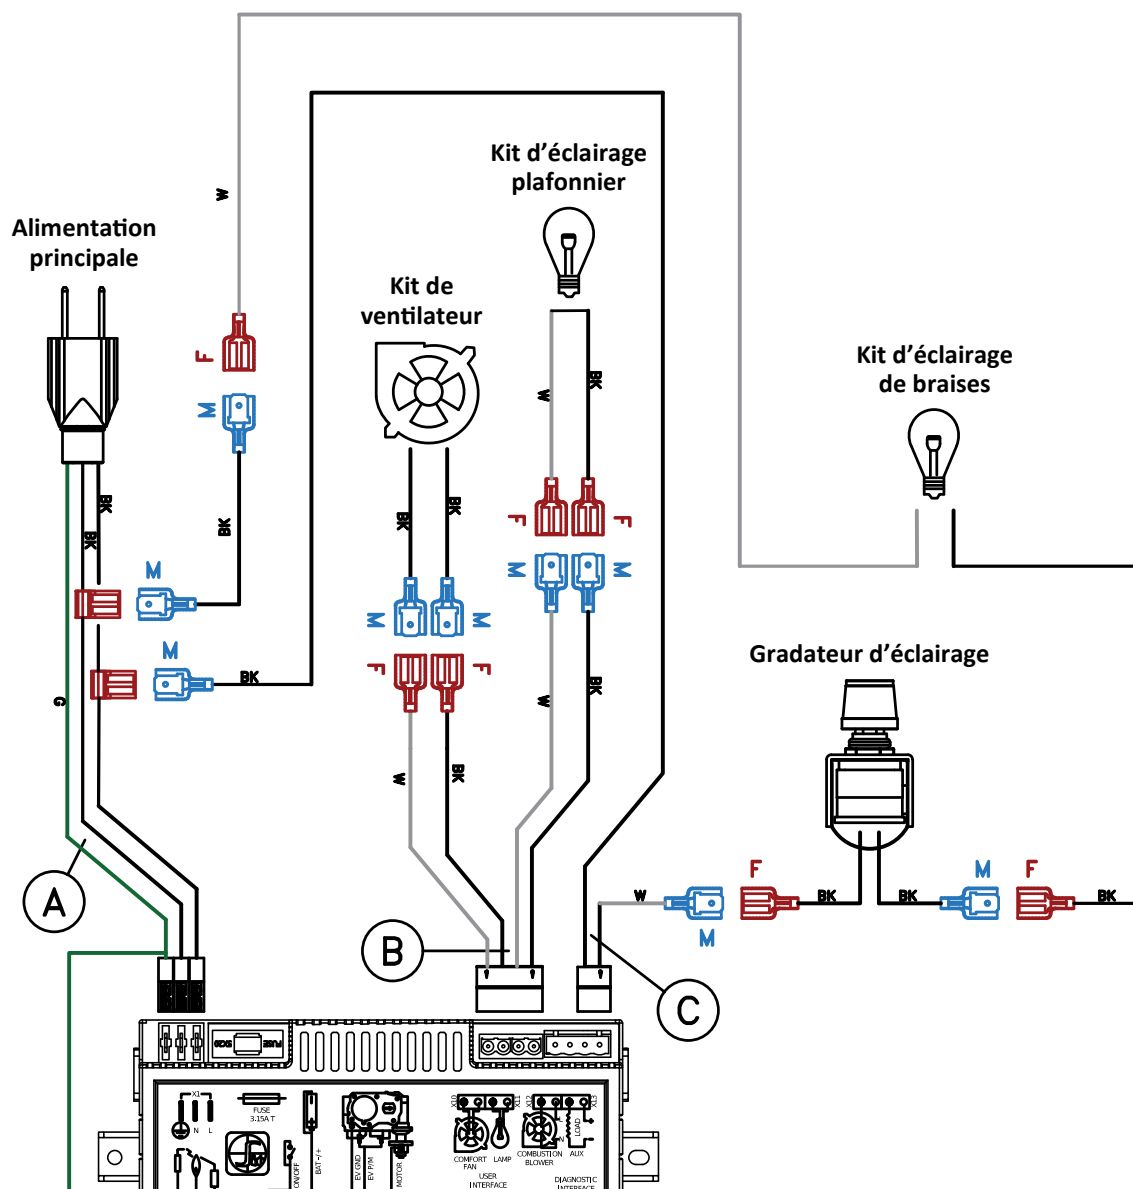

Figure 10.2 - Schéma électrique - Vue agrandie (1)
- La Figure 10.2 montre une vue agrandie du schéma de câblage. Cette figure montre le cordon d'alimentation électrique principale, le kit de ventilateur, le kit d'éclairage plafonnier et le kit d'éclairage du lit de braises.